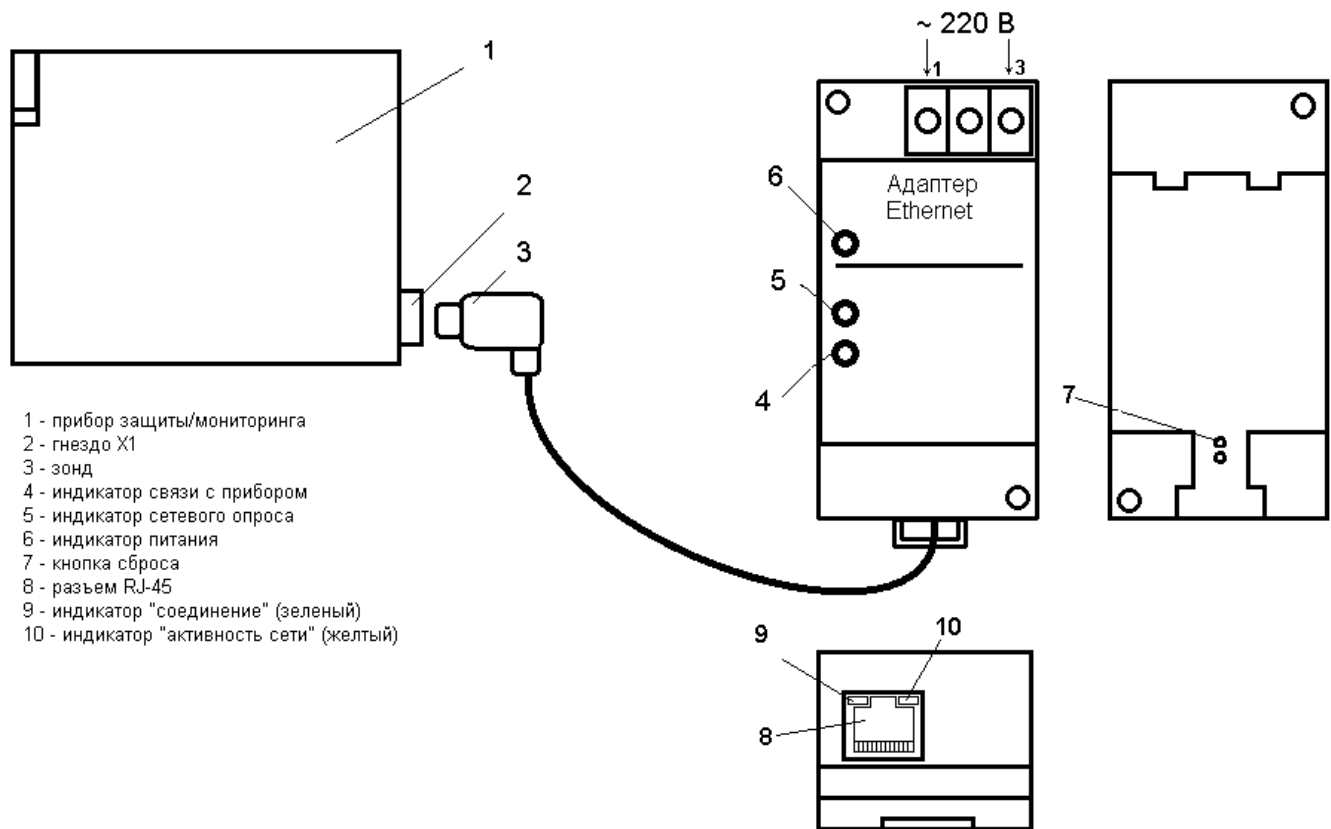

Рисунок 5 –общий вид адаптера Ethernet, расположение его органов индикации
- 8.1 Соедините зонд 3 бесконтактного интерфейса Адаптера Ethernet с разъемом 2 монитора (рис. 5).
- 8.2 Соедините вилку RJ-45 кабеля UTP (витая пара) сети Ethernet с розеткой 8 адаптера (рис. 5).
- 8.4 Свечение зеленого светодиода на разьеме RJ-45 адаптера (рис. 5) свидетельствует о целостности кабеля и наличии связи с коммутатором (или компьютером), желтый светодиод сигнализирует о сетевой активности.